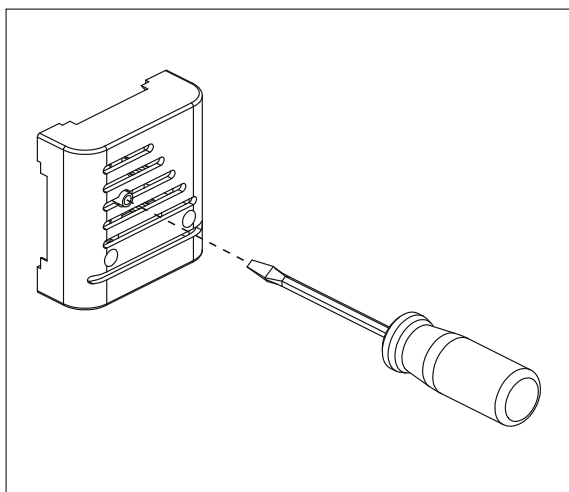

Bild 16. Återaktivering av överhettningsskyddet
- Bastuaggregatets överhettningsskydd har löst ut: **orsaken till att överhettningsskyddet har utlöst måste utredas!** Överhettningsskyddet kan återaktiveras genom att klicka på temperatursensorn (bild 16).